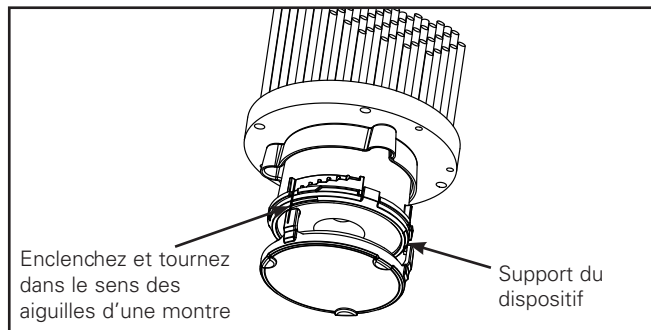

Figure 6
2. Support de dispositif simple ou double aussi offert. Pour l'installer, placez le dispositif sur le support de dispositif. Insérez les fermoirs au bas du mécanisme d'enclenchement à escalier. Tournez dans le sens des aiguilles d'une montre jusqu'à ce qu'il soit serré (consultez la Figure 6)